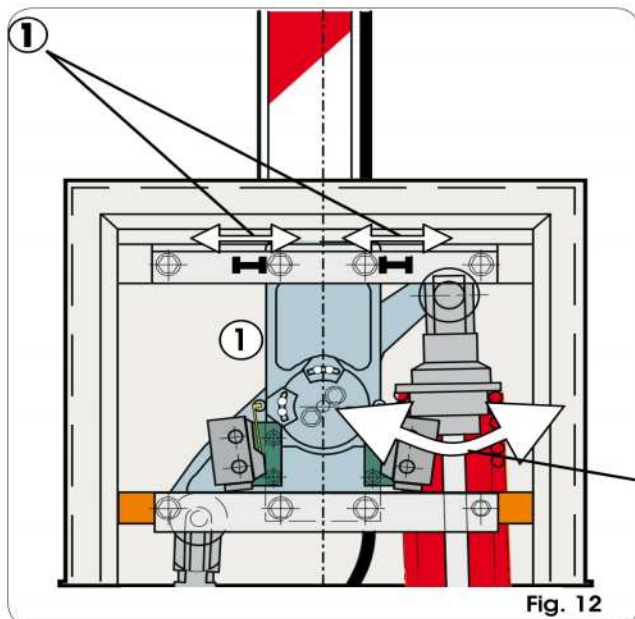

Fig. 12
- 5) Regule los bloqueos mecánicos de final de carrera de apertura y de cierre como se indica en la fig. 12, ref. ①, y compruebe el equilibrado de la barra, siguiendo para ello las indicaciones del párrafo 5.1.
- 2) Si la barrera tiende a cerrarse, gire la tuerca de precarga del muelle (Fig. 12 ref. ②) en sentido horario, y si tiende a abrirse gire dicha tuerca en sentido antihorario.